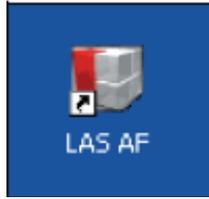

图 1-5 LAS AF 图标
3. 双击电脑显示屏桌面上的“LAS AF”图标启动徕卡共聚焦软件。如图 1-5。